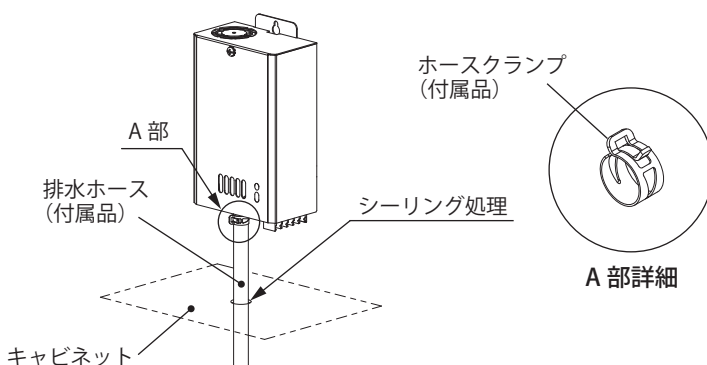

図5 排水ホースの接続
1. キャビネットに穴加工(φ13)してください。(図5)
2. 付属の排水ホースをドレンパイプに接続し、ホースクランプで確実に固定してください。(図5)
- ・キャビネットにあけた穴と排水ホースとの隙間は、シーリング処理をしてください。(図 5)